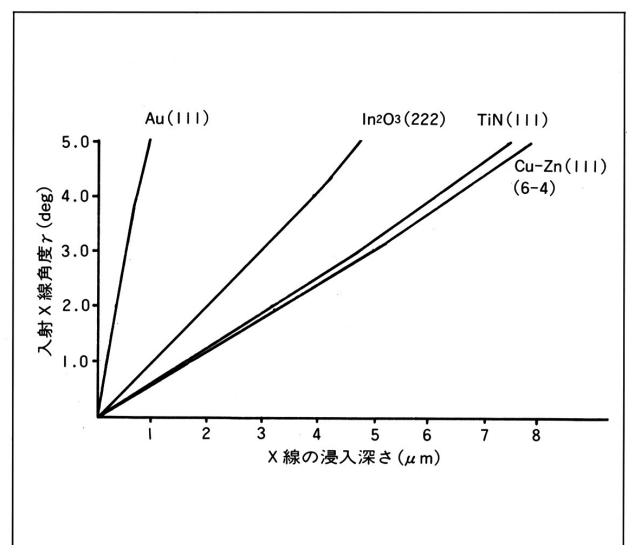
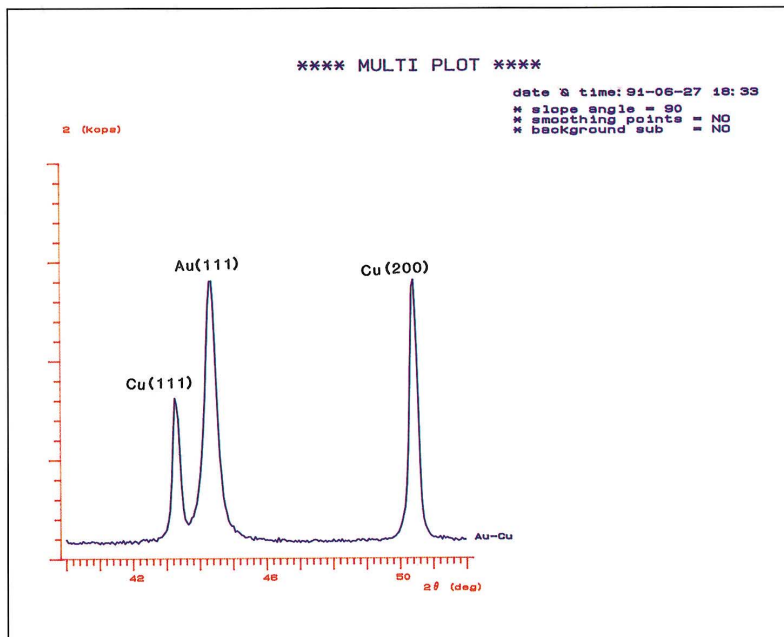
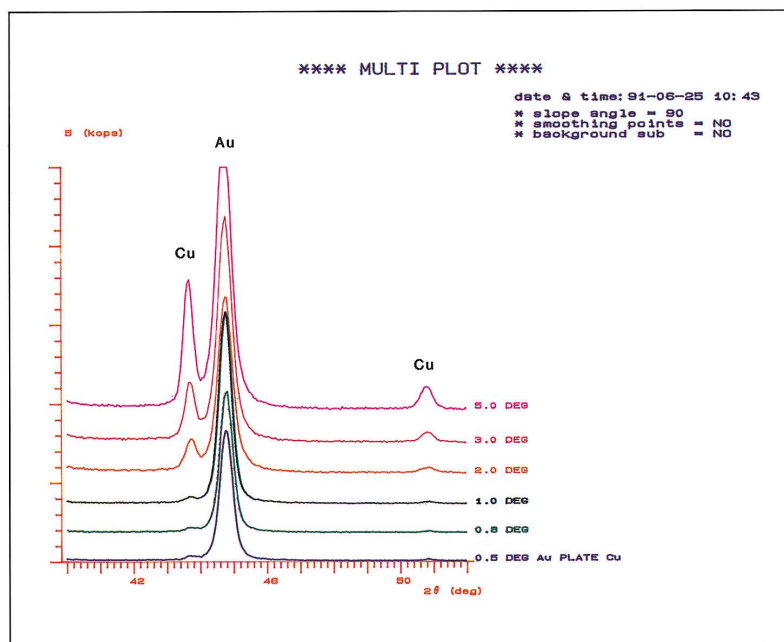

Fig. 2 入射 X線角度 γ と X線の浸入深さの関係
Fig. 3 金メッキの θ - 2θ 法の測定例
Fig. 4 金メッキの薄膜法の測定例
すなわちこの厚み x は薄膜測定において下地の影響が約1%以下になる膜厚に相当します。種々の材質の薄膜で厚み x を計算しますとFig. 2の膜の厚み x と X線入射角 γ の関係が得られます。たとえば $\text{In}_2\text{O}_3(222)$ 面では X線入射角 1° で下地の回折強度が被膜の回折強度に対して約1%以下に減衰すれば、膜厚は約 $1 \mu\text{m}$ となります。
Fig. 3 に通常の θ - 2θ 法で測定した銅板表面の金メッキの測定例を示します。金メッキのAu(111)面と下地のCu(111), (200)の回折線が測定されました。なおCu(200)面の方が(111)面より強いのは圧延による配向性によるものです。Fig.4に低角入射の薄膜法の測定結果を示します。下地のCu(111)面の回折線強度はX線入射角 1.0° で著しく減衰する傾向が認められました。Fig.2のX線入射角と膜厚の関係から膜厚が約 $0.2\mu\text{m}$ が求められました。